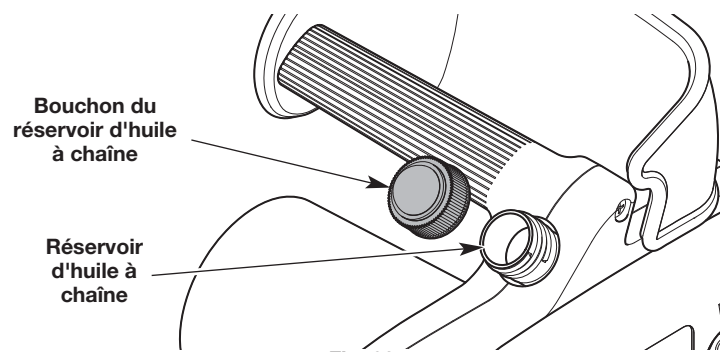

Fig. 29
3. Dévissez le bouchon du réservoir d'huile à chaîne (Fig. 29).